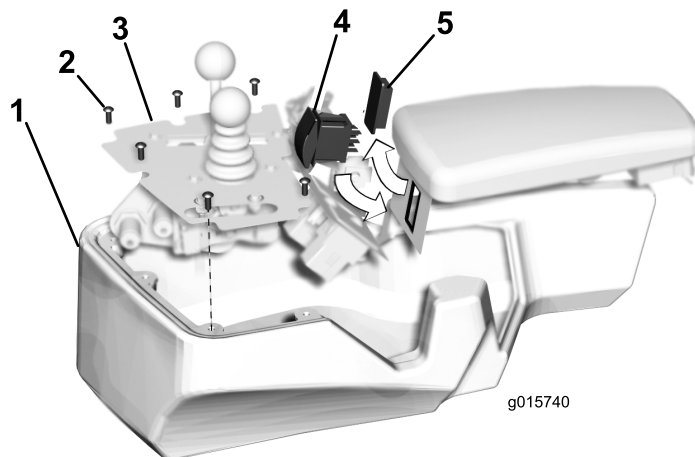

Figure 1
1. Retirez les sept vis à tête creuse hexagonale qui fixent le couvercle de console en place (Figure 1) et déposez le couvercle.
2. En passant par l'intérieur de la console, poussez l'obturateur hors du trou (Figure 1).
3. Poussez l'interrupteur à bascule dans le trou de montage de la console comme illustré à la Figure 1.